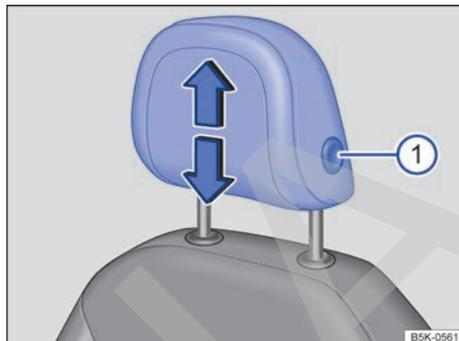

Fig. 80 Ajuste de los apoyacabezas delanteros.
- Desplace el apoyacabezas hacia arriba o hacia abajo en el sentido de la flecha correspondiente a la vez que presiona la tecla → fig. 80 ① → ▲.